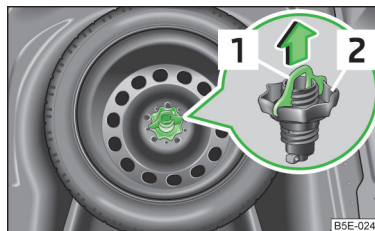

Fig. 192
Roata de rezervă este situată într-un locaș aflat sub podeaua portbagajului și este fixată cu o piuliță specială » fig. 192.
- Scoateți siguranța 1 » fig. 192 în sensul săgeții.
- Înșurubați piulița 2 » fig. 192 în sens orar, până când fixează în condiții de siguranță roata.
- Introduceți siguranța 1 » fig. 192 în sens contrar săgeții.